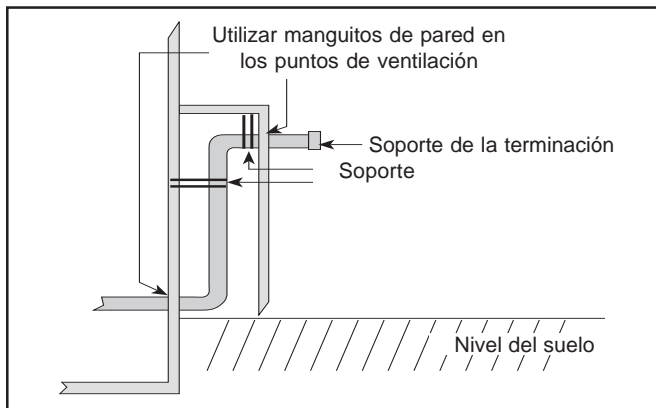

Figura 22. Instalación alternativa de ventilación horizontal
1. La terminación debe estar situada 12 pulgadas por encima del nivel de la nieve o del suelo, el que sea superior. Para conocer un método alternativo de conseguir esas 12" por encima del nivel de la nieve, ver la figura 22.
8. Si se taladra un muro no combustible, el agujero a través del mismo, debe ser lo suficientemente grande para mantener la inclinación, el espacio libre para el paso del conducto, y además estar adecuadamente sellado. Si se taladra un muro combustible, hay que utilizar un manguito de pared. (Ver figura 22). Se precisa una abertura cuadrada y enmarcada de 6-1/2 pulgadas cuadradas, para insertar las dos mitades del manguito, que se ajusta según el grosor del muro, y que se mantiene en su sitio mediante la aplicación de silicona en el extremo macho, antes de ensamblarlo. Poner también una gota de silicona, alrededor del manguito exterior.